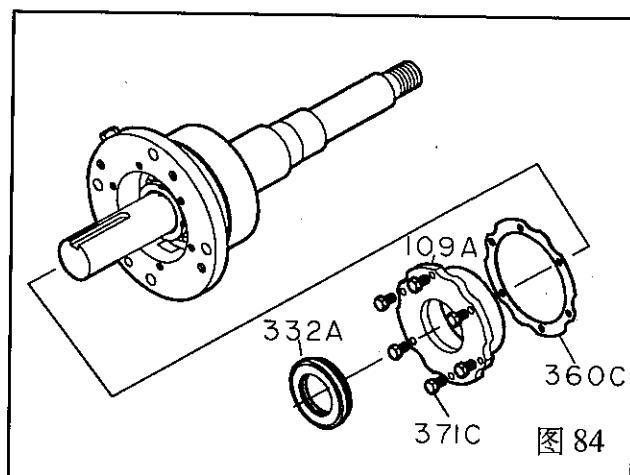

图 84
7. 拧下螺栓(371C)取出轴承端盖(109A)和垫片(360C)(图 84)